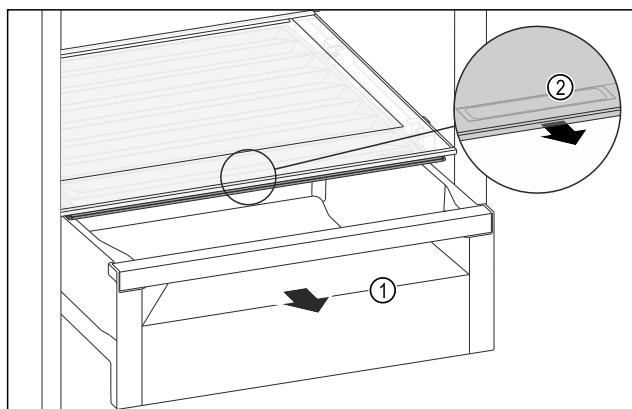

Fig. 123
- Schuifvak Fig. 123 (1) uittrekken.
- Greeplijst Fig. 123 (2) op het vakdeksel vastpakken en het vakdeksel gelijktijdig naar voren trekken.